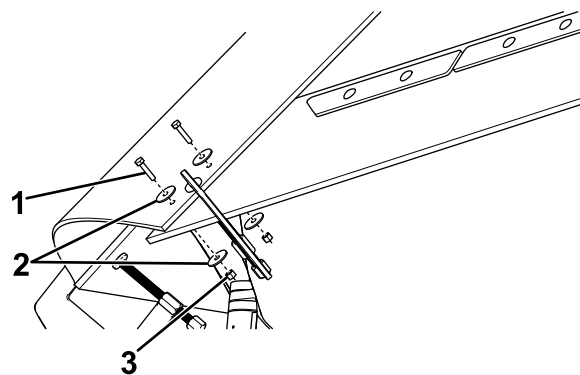

Bild 7
10. Befestigen Sie die beiden Abschnitte mit einer Schraube (1/4"), zwei Kotflügelscheiben und einer Nylon-Sicherungsmutter (1/4"), wie in Bild 7 dargestellt.